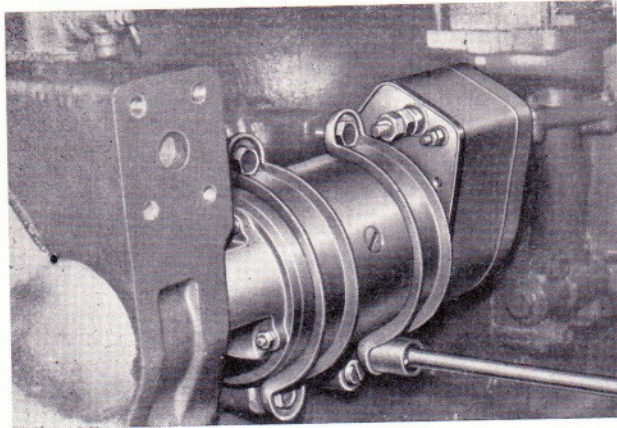

Bild 28
- Untere Befestigungsschrauben der Haltebügel lockern (Bild 28).